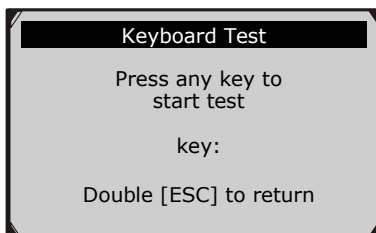

Figura 3.10
- 2) Oprima cualquier tecla para comenzar prueba. Cuando se presiona una tecla, el nombre de la tecla debe ser observado en la pantalla. Si el nombre de la tecla no se muestra, a continuación, la tecla no está funcionando correctamente. (Figura 3.10)